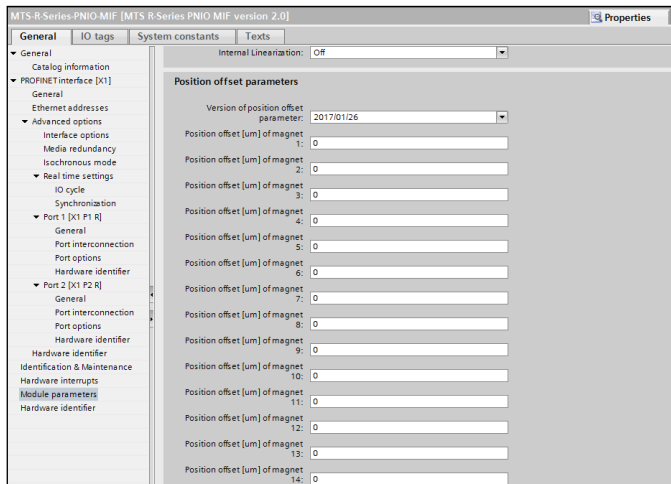

Abb. 114: Einstellung des Offsets
- **Offset:** In dem Unterabschnitt „Position offset parameters“ können Sie den Offset, eine Verschiebung des Messbereichsanfangs, separat für jeden Magneten – unabhängig von weiteren Magneten auf dem Sensorstab/Sensorprofil – einstellen (Abb. 114). Dabei können Sie die Werte mit einer Schrittweite von 1 µm in dem Bereich zwischen –214...+214 m festlegen.